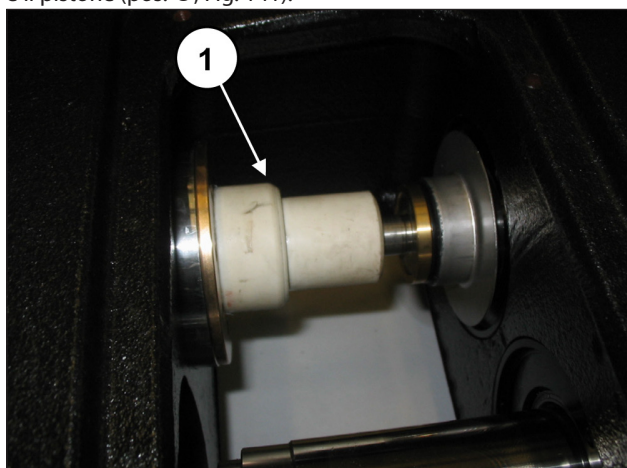

Fig. 141
Ruotare manualmente l'albero in modo da portare i 3 pistoni nella posizione di punto morto superiore. Inserire l'attrezzo tampone cod. 27516600 tra il guida pistone e il pistone (pos. ①, Fig. 141).